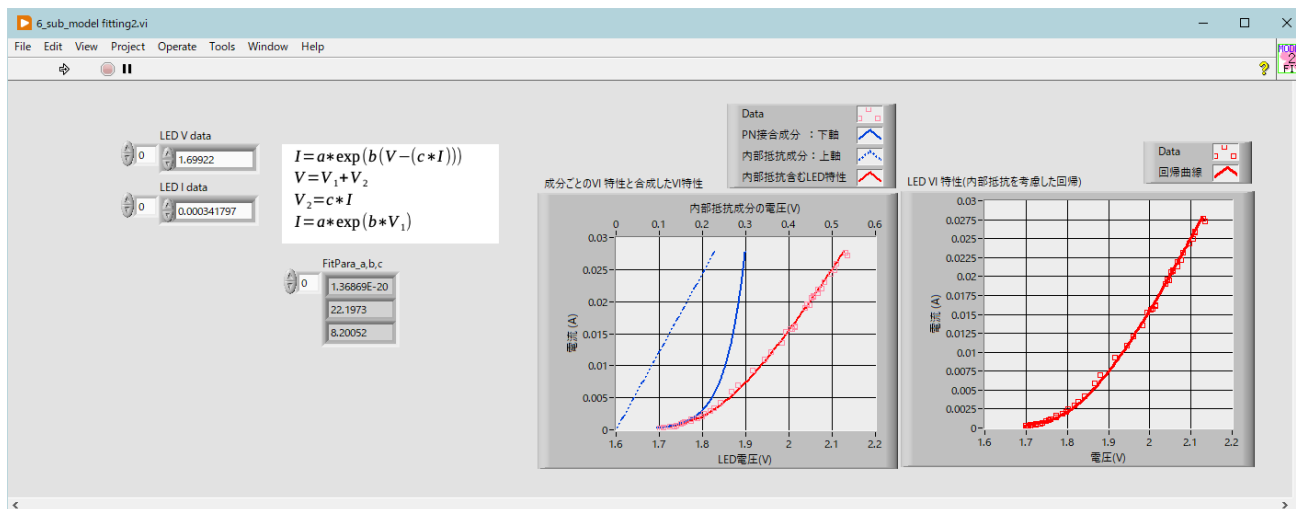

図 6-17 回帰分析を行うサブVI
**6-2\_LED VI Curve2.vi**のブロックダイアグラムを表示して、「回帰分析」ボタンがTrueの時に選択されるケースストラクチャの中にある**6\_sub model fitting2.vi**のアイコンをダブルクリックします。図6-17のようにフロントパネルが表示されますが、制御器や表示器には値が表示されていないと思います。**6-2\_LED VI Curve2.vi**のフロントパネルを前面に出して、「回帰分析」ボタンをもう一度押してみてください。制御器に値が入力されて、グラフにデータが表示されます